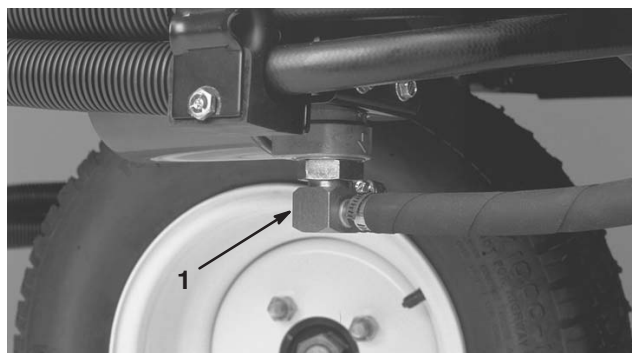
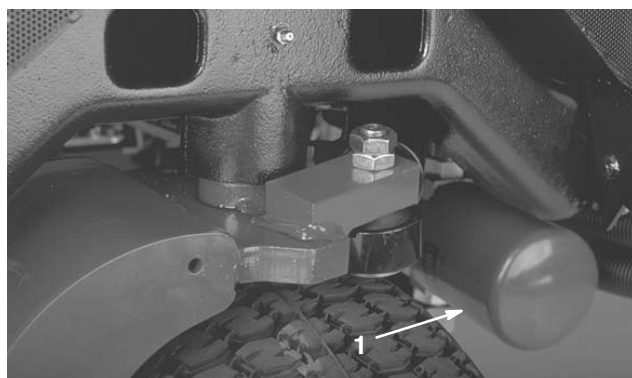

Figure 54
Figure 55
2. Débranchez la conduite hydraulique (Fig. 54) ou déposez le filtre hydraulique (Fig. 55) et laissez couler l'huile dans un bac de vidange. Rebranchez la conduite hydraulique quand toute l'huile s'est écoulée.
3. Nettoyez la surface de montage autour du filtre. Placez un bac de vidange sous le filtre (Fig. 55) et déposez le filtre.